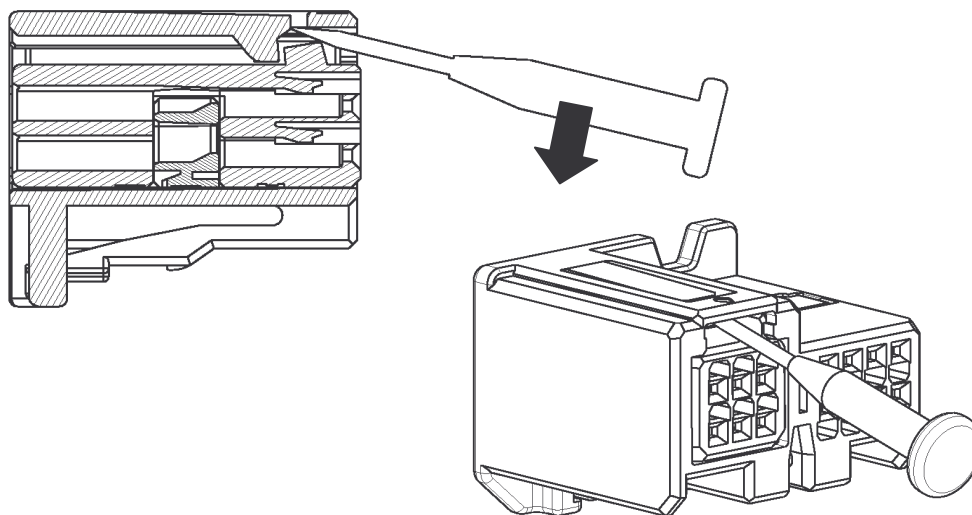

Fig.19
- ① Fig.19 に示す位置に精密ドライバをあて、保持ランスを持上げます。
- ② 6 極メスコネクタをつかみ、軽く引っ張ります。